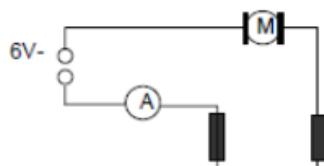

Fig. 3
- Complétez l'installation conformément aux Fig. 2 et Fig. 3.
Si un [] est utilisé pour faire fonctionner un [], il doit générer un [] suffisamment important à proximité de l'induit. C'est pourquoi on utilise un noyau de fer en forme de U avec deux bobines d'excitation, entre lesquelles passe l'induit. Les [] et les bobines d'excitation sont connectées en [] dans un moteur shunt principal (Fig. 3).